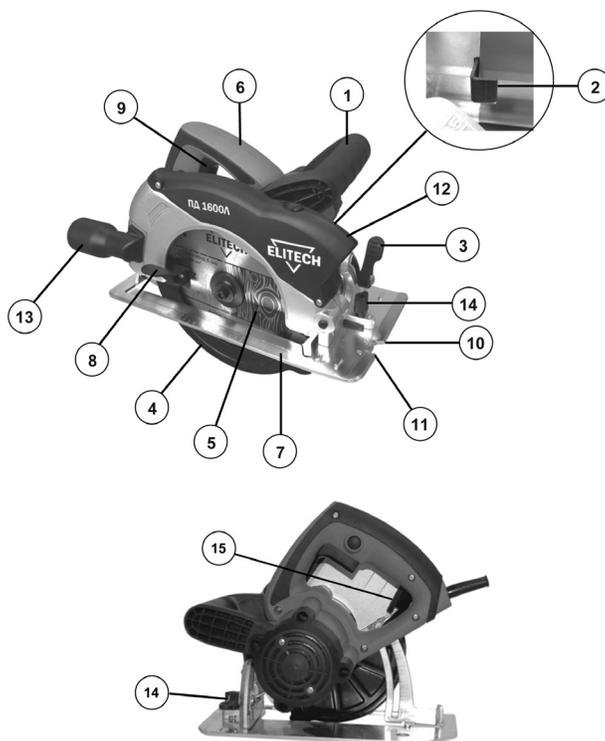
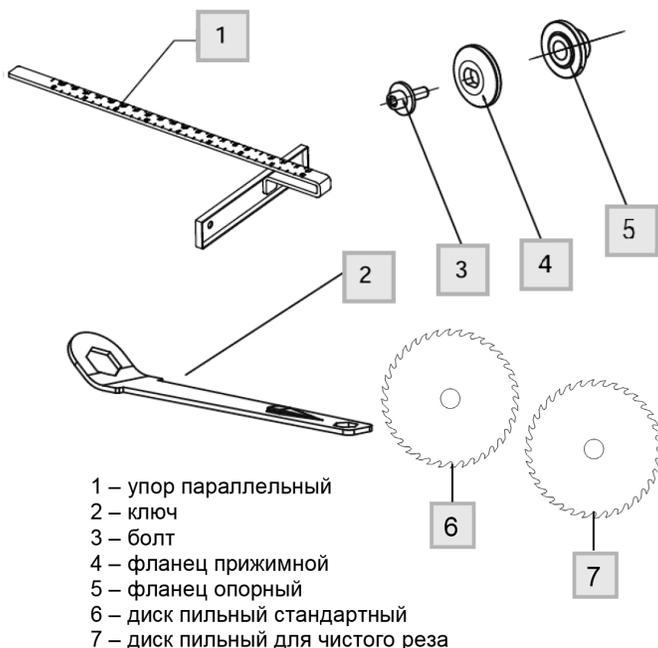

Рис. 1
Рис. 2
2. Зафиксировать пильный диск с помощью ручки фиксации диска (поз. 2, рис. 1);
3. С помощью ключа (поз. 2, рис. 2) открутить болт (поз. 3, рис. 3);
4. Отвести подвижный защитный кожух диска (поз. 4, рис. 1) назад до упора и зафиксировать его;
5. Снять прижимной фланец (поз. 4, рис. 2) и пильный диск.
Для регулировки глубины распила ослабьте фиксатор регулировки глубины пропила (поз. 15, рис. 1). Передвижением опорной платформы вверх или вниз отрегулируйте необходимую глубину пропила. Глубина распила может быть отрегулирована в диапазоне от 0 до 65 мм. После регулировки глубины распила зафиксируйте ручку регулировки глубины распила.
Ослабьте ручку регулировки угла наклона диска (поз. 3, рис. 1). Передвижением опорной платформы установите необходимый угол наклона диска. После регулировки угла наклона диска зафиксируйте ручку регулировки угла наклона диска.
Для регулировки параллельного упора (поз. 1, рис. 2) ослабьте винт фиксации ширины распила (поз. 14, рис. 1) и отрегулируйте ширину распила, передвигая направляющую вправо или влево.
1. Установите пилу (опорную платформу) на пиломатериал и выровняйте положение пильного диска по отношению к линии пропила, пользуясь для этого прорезью для визирования. Если пильный диск не наклонён, совмещайте линию пропила с правой стороной прорези для визирования (рис. 1, поз. 11), при Работе в режиме сверление пилении под наклоном (45°) совмещайте линию пропила с левой стороной прорези для визирования (помечена значком "45" на опорной платформе).
2. Сначала включите циркулярную пилу. Для этого нажмите кнопку защитной блокировки выключателя (поз. 14, рис. 1) и не отпуская нажмите на выключатель. Дайте пиле набрать максимальные обороты, после чего начинайте обработку пиломатериала.
Для точного пропила используйте лазерный указатель (поз. 12, рис. 1). Лазерный указатель строит прямую линию пропила, по которой пройдет диск. Лазерный
Пила оснащена патрубком диаметром 35мм (поз.13, рис. 1) для подключения строительного пылесоса. Для подключения пылесоса установите патрубок на пилу и подсоедините к нему шланг пылесоса. Рекомендуется эксплуатировать пилу с подключенным строительным пылесосом.